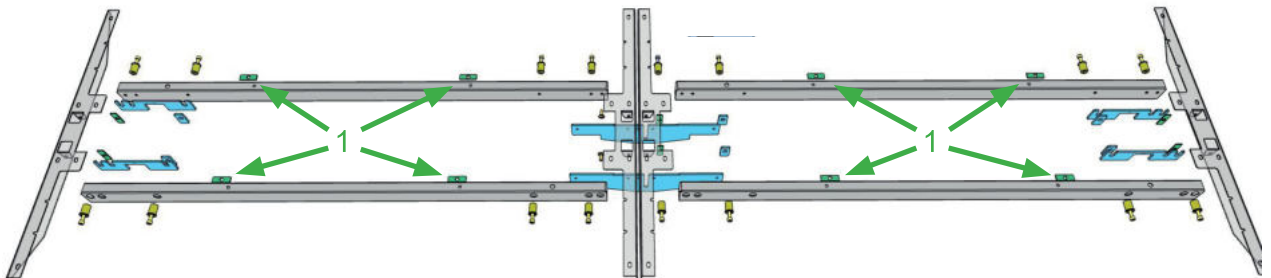

Abbildung 14: Unterlegplatten zwischen Traversenrohren und Tischplatte
16. Richten Sie die Tischplatte auf dem Gestell aus. Orientieren Sie sich dabei an den Löchern innerhalb der Tischplatte. Positionieren Sie die Unterlagsplatten (1) zwischen den Traversenrohren und der Tischplatte an der Position der Bohrungen. Sehen Sie Abbildung 14.